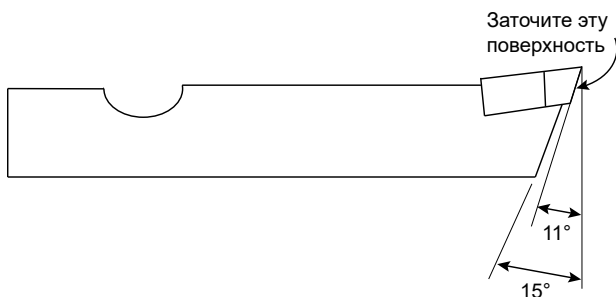

Рис. 5.2.
2. Заточите зубья, соблюдая первоначальные углы. Продублируйте все передние и задние углы. Режущий зуб более долговечен, если при заточке поддерживается первоначальный контур носика. Необходимо оставить достаточную величину стального участка для поддержки твердосплавной части (см. Рис. 5.2).